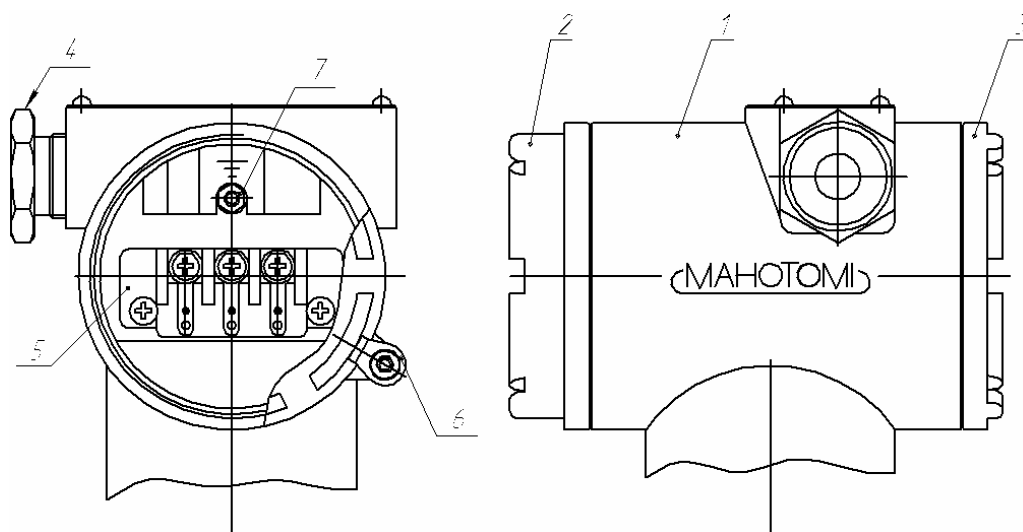

Рисунок 3 – Внешний вид электронного модуля в сборе
1.3.4 Электронный модуль размещается внутри корпуса 1. Корпус с двух сторон закрывается крышками 2, 3, которые уплотняются резиновыми кольцами и фиксируются скобами 6. Также имеется сальниковый ввод 4 и клеммная колодка 5 с винтом заземления 7 для подсоединения жил кабеля (рисунок 3).
2.3.3 При проведении работ по заделке кабеля распломбировать скобу 6 (рисунок 3). Распломбирование скобы не снимает гарантийных обязательств